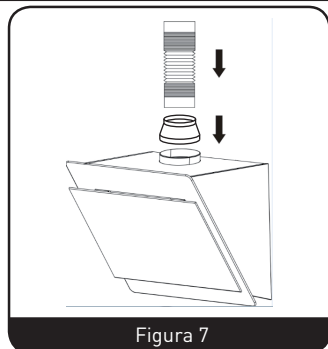

Figura 7
4. Conecte el tubo de plástico en la parte superior de la campana extractora. (Figura 7)